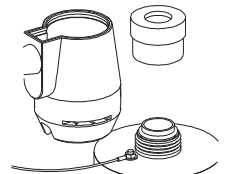

Рис. 8
- Установите кварцевую трубку в обратном порядке так, чтобы она выступала из реактора с двух сторон на равные отрезки (рис. 8). Установите уплотнительные кольца OR-212, предварительно смазав их силиконовой смазкой.